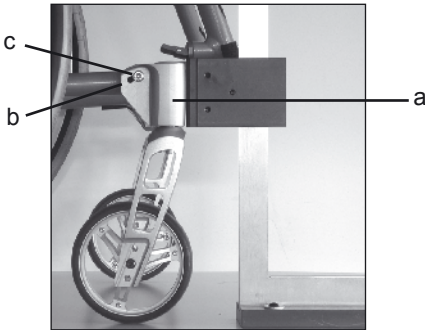

Bild 25
Für gute Lenk- und Geradeauslaufeigenschaften Ihres Rollstuhls sollten die Lenkradachsen senkrecht zum ebenen Boden justiert werden (*Bild 25*).
2. Lösen Sie die Stiftschraube (Bild 25 b) (Innensechskantschlüssel SW 2,5mm).
3. Lösen Sie die Befestigungsschrauben (Bild 25 c) (Innensechskantschlüssel 5 mm), mit denen die Lenkrad-Lagerblöcke am Rahmen befestigt sind.
4. Bringen Sie den Lenkradblock (Bild 25 a) in senkrechte Position. Hierzu überprüfen Sie, ob die Vorderkanten der Lagerblöcke und somit auch die Lenkradachsen im rechten Winkel (90°) zum Boden stehen. Das geht am einfachsten durch das Anlegen eines entsprechenden Winkels. Ist diese